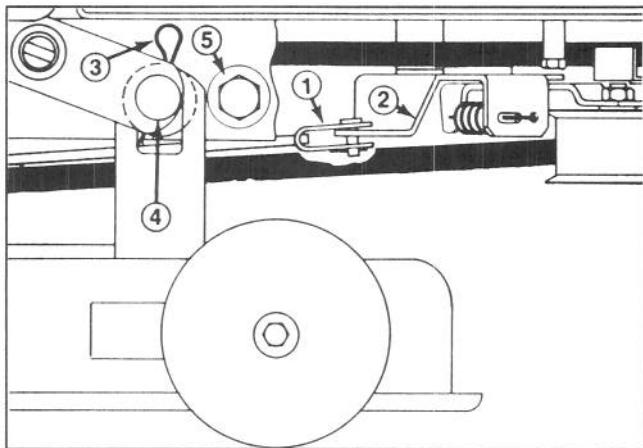

Figure 17
**9.** Enlever la clavette et la goupille retenant le tirant du frein de l'unité à la patte de la poulie de tension (Fig. 17).
**10.** Enlever les (2) goupilles et les rondelles retenant le carter de la tondeuse aux goupilles de montage (Fig. 17). Saisir le carter de la tondeuse et le déplacer latéralement jusqu'à ce qu'il sorte des goupilles, puis le pousser vers l'avant afin de laisser tomber les montants avant.
**5.** Enlever les boulons à tête, les rondelles de retenue et les contre-écrous retenant les butées de l'unité à chaque côté du châssis de la tondeuse (Fig. 17). Faire glisser le carter de la tondeuse en arrière pour soulager la tension de la courroie.